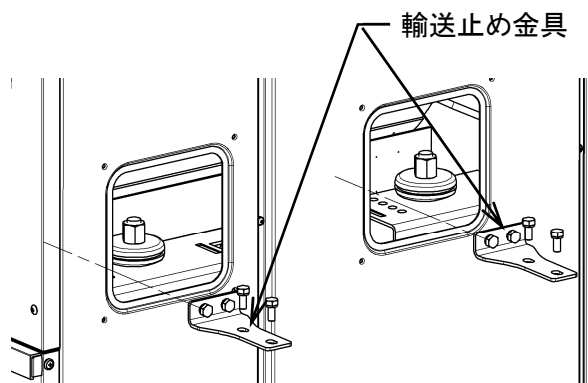

図 4-7
2) 左右計4ヶ所の輸送止め金具を全て外します。(図4-7)